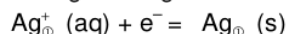

**Figure 4. Théière plongée dans le bain « d'argent brillant »**
La théière, une fois prête à recevoir l'argenture (**figure 4**), est plongée dans un bain nommé bain « d'argent brillant », solution contenant entre autres des ions dicyanoargentate en équilibre avec des ions argent.
2.4. Sur la **figure 4**, on voit que la théière est suspendue entre deux plaques d'argent jouant le rôle d'anode. Quel avantage présente ce dispositif pour le dépôt d'argent sur la théière ?